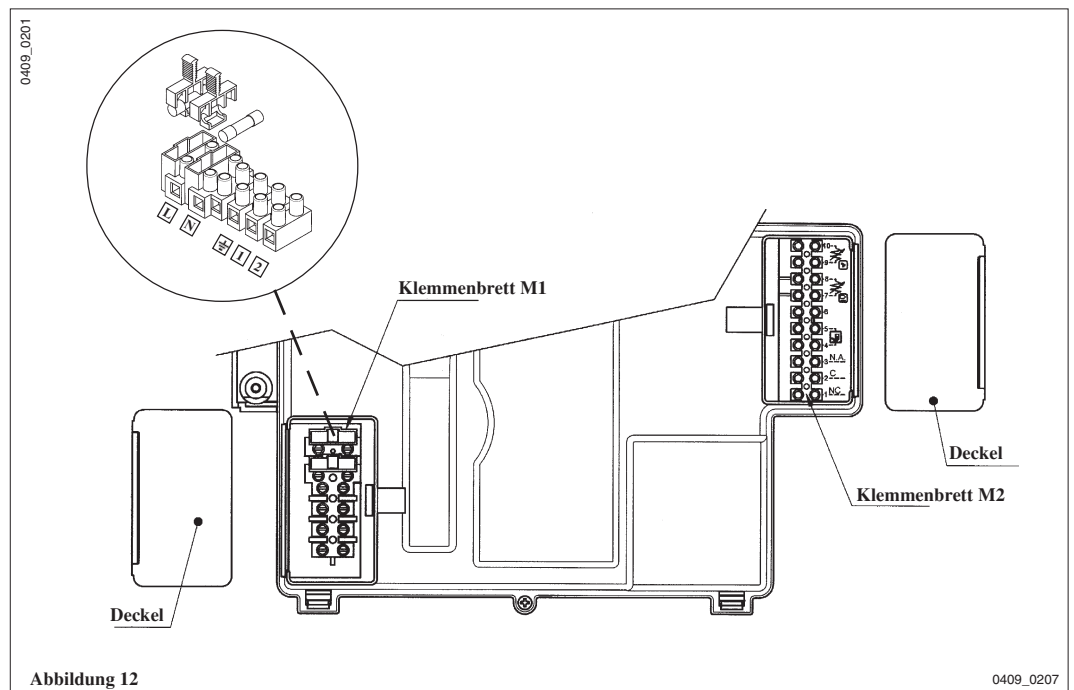

Abbildung 12
15.1 Beschreibung der elektrischen Anschlüsse am Heizkessel Das Steuergehäuse nach unten drehen und die zwei Schutzabdeckungen abnehmen, um Zugriff zu den Klemmenleisten M1 und M2 zu haben, die für die elektrischen Anschlüsse vorgesehen sind (siehe Abbildung 12).
Der Aussentemperaturfühler BAXI QAC34 (auf Anfrage erhältliches Zubehör) muss an den Klemmen 7-8 der auf Abbildung 12 dargestellten Klemmenleiste M2 angeschlossen werden.
Der Kontakt der Betriebsanforderung der verschiedenen Zonen muss parallelgeschaltet und an der Klemme 1-2 "TA" der Klemmenleiste M1 von Abbildung 12 angeschlossen werden. Die vorhandene Drahtbrücke muss entfernt werden.